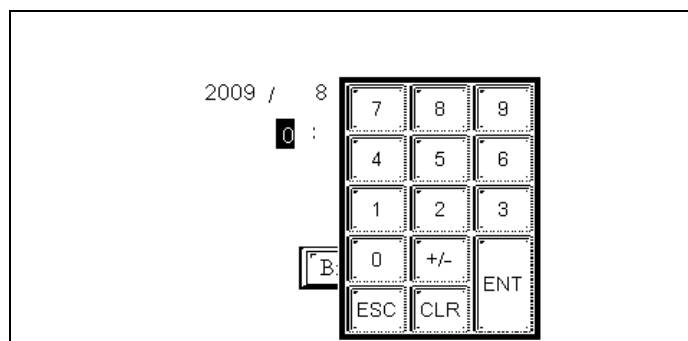

Рисунок 23 - Экран настройки времени и даты, ввод часа
2.11.3 В верхней строке экрана вводятся год, месяц, день месяца, номер недели. В нижней строке экрана вводятся час, минуты, секунды. Для ввода нужного параметра необходимо нажать на соответствующее число на экране, вызвав цифровую клавиатуру (см. рисунок 23). На клавиатуре следует набрать требуемое число, завершив ввод нажатием на кнопку "ENT". При вводе числа изменяемое поле подсвечивается на экране с помощью инверсного прямоугольника, вводимое число отображается в этом прямоугольнике. При ошибочном вводе (например, введён четырнадцатый месяц) нажатие на кнопку "ENT" игнорируется, и клавиатура не исчезает, предлагая тем самым повторить ввод. Для отмены ввода и закрытия окна клавиатуры следует нажать на кнопку "ESC", для сброса ранее введённого числа и повторного ввода следует нажать на кнопку "CLR". На рисунке 23 показан ввод часа с помощью цифровой клавиатуры. Для закрытия экрана настройки времени и даты и возврата в экран настроек оборудования необходимо нажать на кнопку "Выход".